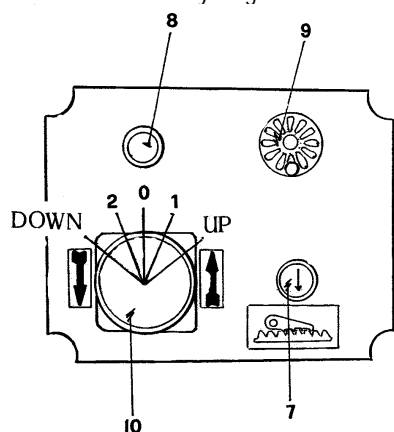

Fig. 14
6. CONTROLS AND OPERATION (Fig. 14)